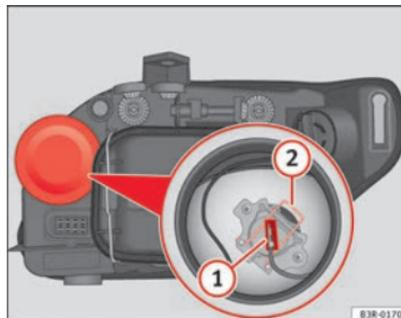

Fig. 196 Luz de carretera
- Extraiga el conector ⇒ fig. 196 **1** de la lámpara.
- Presione el resorte ⇒ fig. 196 **2** hacia dentro y hacia la derecha.